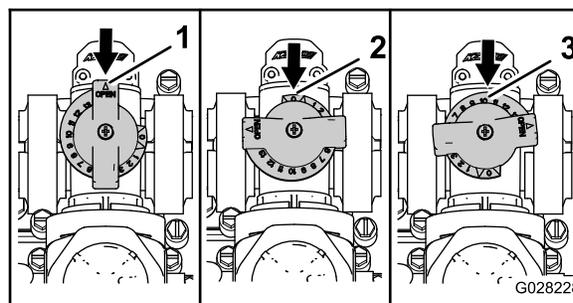

Figura 30
- A válvula de distribuição da agitação está na posição totalmente Aberta, como se mostra em A da Figura 30.
- A válvula de distribuição da agitação está na posição Fechada (0), como se mostra em B da Figura 30.
- A válvula de distribuição da agitação está numa posição intermédia (ajustada em relação ao indicador de pressão para o sistema de pulverização), como se mostra em C da Figura 30.